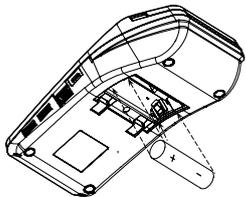

Рисунок 2. Установка аккумулятора
- 2 Установить аккумулятор в корпус ККТ, соблюдая его полярность (в отсеке для АКБ также нанесено обозначение полярности, рисунок 2).